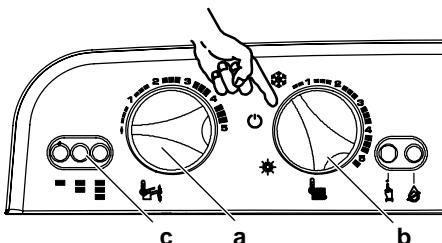

Fig. 2.2 Tablero de mandos sanitario/calefacción
- 2 Alimente eléctricamente la caldera accionando el interruptor bipolar previsto en la instalación; el indicador luminoso **c** en Fig. 2.2 hace un breve centelleo cada 4 segundos aproximadamente.
- 3 Gire el selector Selector de función/Manivela de regulación de la temperatura de calefacción **b** como se indica en la Fig. 2.2.